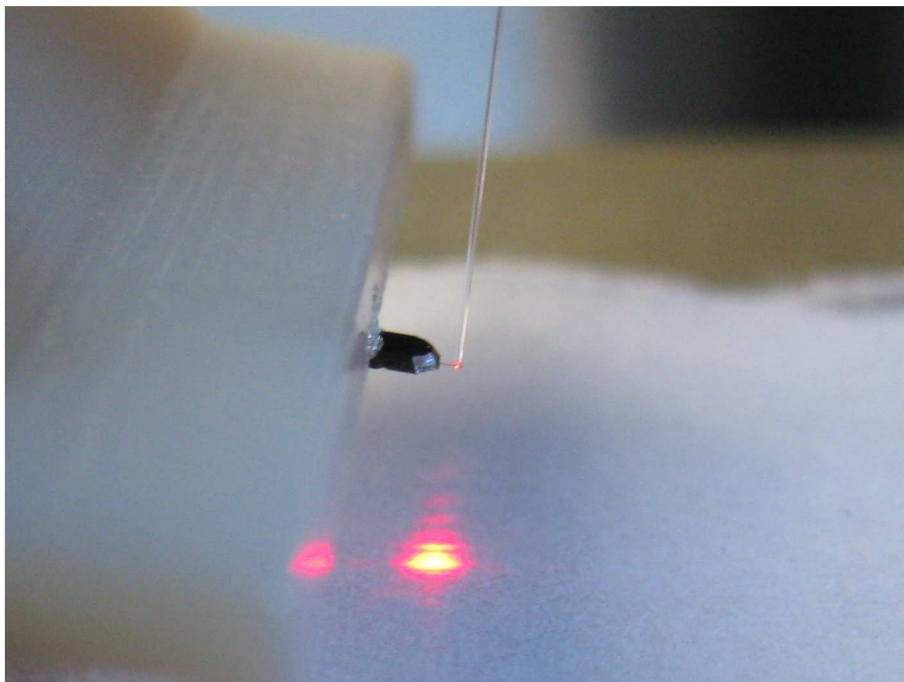

Abbildung 4: Beugungsbild des Cantilevers, beobachtet auf einem Papierstreifen
- iii) Schalten Sie jetzt den Laser mit geringer Leistung ein. Legen Sie zur Beobachtung des Beugungsbildes des Cantilevers einen weißen Papierstreifen vorsichtig unterhalb des Cantilevers auf die Stage, wie in Abbildung 4 zu sehen.